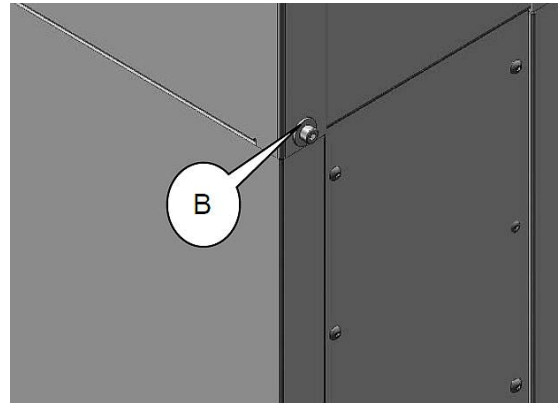

Abb. 12: Befestigen der Abricht- und Dickenhobelmaschine
Schritt 9: Die Abricht- und Dickenhobelmaschine mit Hilfe der Schrauben und Unterlegscheiben (B, Abb.12) auf dem Maschinenuntergestell befestigen.